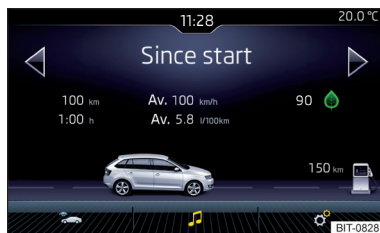

Fig. 184
- Prin apăsarea tastei , se afișează meniul principal cu suprafețele de comandă funcții următoare » fig. 184.